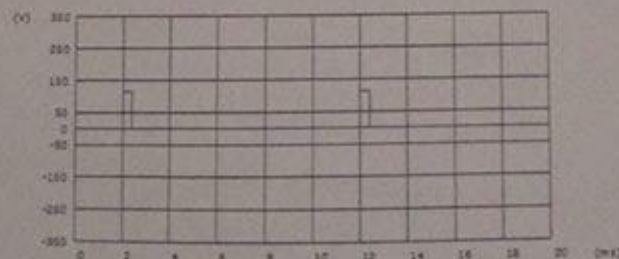

Figure 1
- 2- Reprendre la figure 1 et représenter $u_c(t)$ en concordance de temps /1